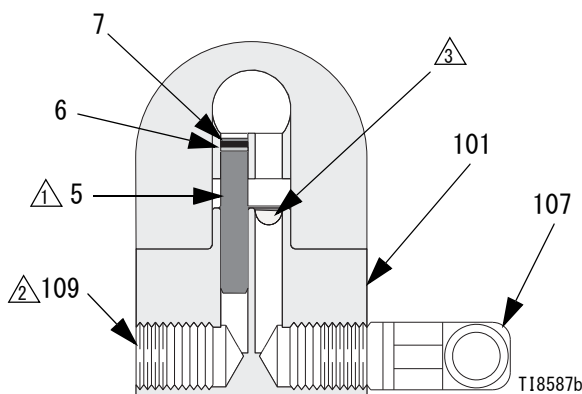

図 1: 非循環セットアップの図示 (断面図)
1. 図 1 を参照してください。急停止防止の潤滑剤 222955 を組み立てられていない状態で提供されたマニホールド (101)、プラグ (109)、およびエルボー (107) のネジ山と合わせ面に塗布します。
2. エルボー (107) をマニホールド (101) の 1 つの液体ポートに取り付けて、プラグ (109) をもう 1 つのポートに取り付けます。
3. ガン液体ポートでマニホールドプラグと同じ側に、内部プラグ (5) を取り付けます。
4. 液体供給ラインをマニホールドのエルボー (107) に接続します。
5. 4 つのネジ (17) を使用してガンをマニホールドに取り付けてください。4 つのネジを締め始めて、最初に前部の 2 つのネジ、次に後部の 2 つのネジを 7.3 N·m (65 インチ・ポンド) に締めます。
- ⚠ 循環システムで使用するときは、削減ニプル (107) と交換します。